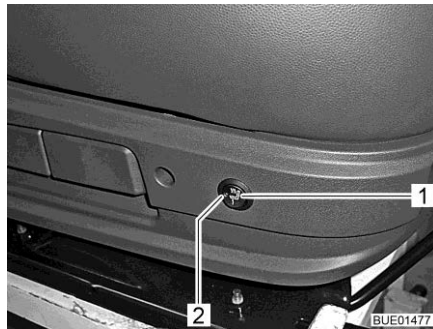

Fig. 20 Interruttore per riscaldamento del sedile
- Premere l'interruttore (Fig. 20,1) dietro sulla sinistra della console del sedile.
Quando il riscaldamento del sedile è in funzione, il LED (Fig. 20,2) è acceso.
- Portare l'interruttore (Fig. 20,1) in posizione centrale. Il LED si spegne.